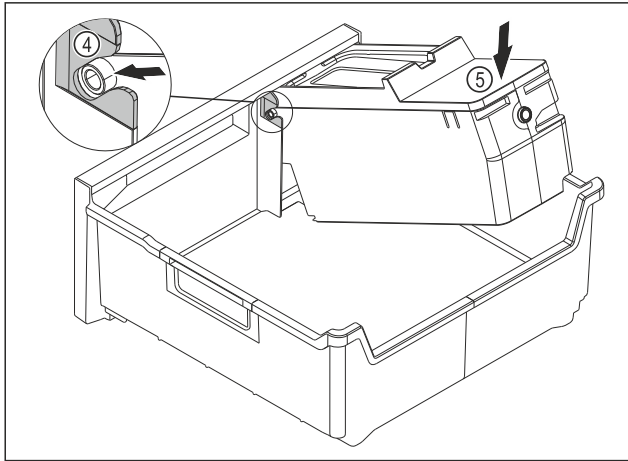

Fig. 78
- ▶ Montare il corpo dell'EasyTwist-Ice: Inserire gli assi del corpo dell'EasyTwist-Ice nelle guide Fig. 78 (4).
- ▶ Spingere il corpo dell'EasyTwist-Ice Fig. 78 (5) posteriore verso il basso.